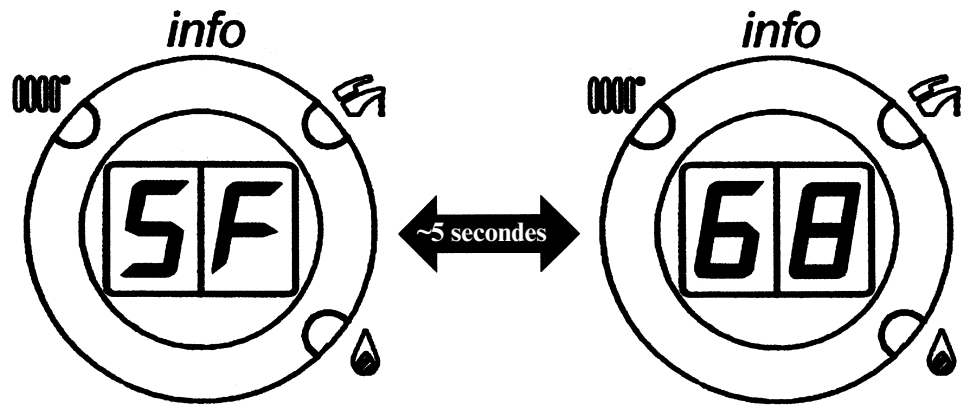

Figure 19
**Remarque :** les Led 2 et 3 (figure 1) clignotent une après l'autre et l'afficheur visualise le message "SF" qui s'alterne, par intervalles de 5 secondes, à la valeur de température de départ de la chaudière (figure 19).